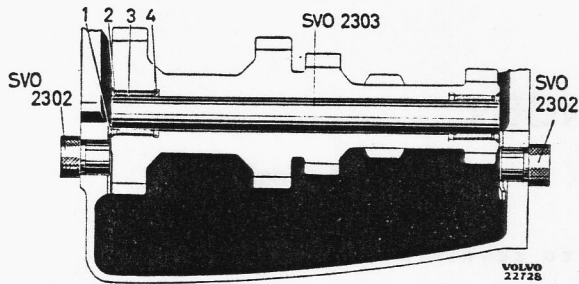

Bild 3-26. Vorgelegerad einbauen
3. Druckscheiben (43 und 48) mit Fett am Gehäuse befestigen und mit Einbaudorn SVO 2302 in die richtige Lage bringen, siehe Bild 3-26. Vorgelegerad auf den Boden des Gehäuses legen.